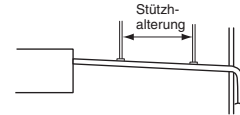

Abb. 3-10
- Beim Anbringen des Ablaufrohrs an der Einheitsseite nicht mit Gewalt vorgehen. Ebenso darf das Rohr nicht ohne Abstützung von der Anschlussstelle an der Einheit herabhängen. Das Rohr daher an einer Wand, einem Rahmen oder einer anderen Stütze möglichst nahe an der Einheit befestigen. (Abb. 3-10)